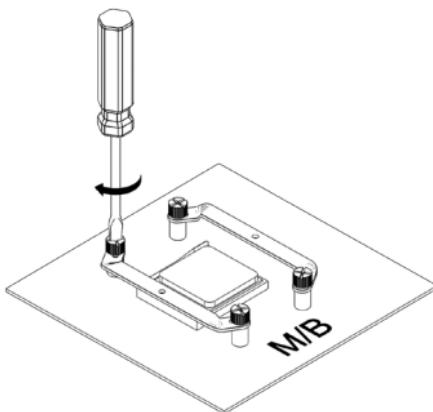

Рис. 24
**Установка на сокетах AMD – см. Рис. 24**